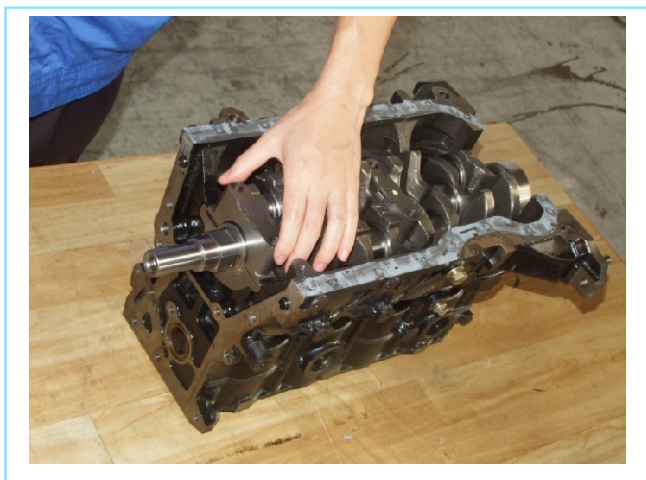

图2-85 主轴承盖的安装
②将5个主轴承盖按安装记号装到恰当位置上，上下瓦盖凸起部分在同一侧安装（参见图2-85所示）